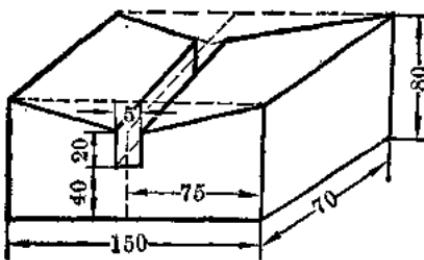

图 3
2. 在 75 毫米处即中心线 A' 以下用钢锯再向下锯一个深 20 毫米、宽 5 毫米（即由 A' 算起向左右各宽 2.5 毫米）的凹槽（图 3）。